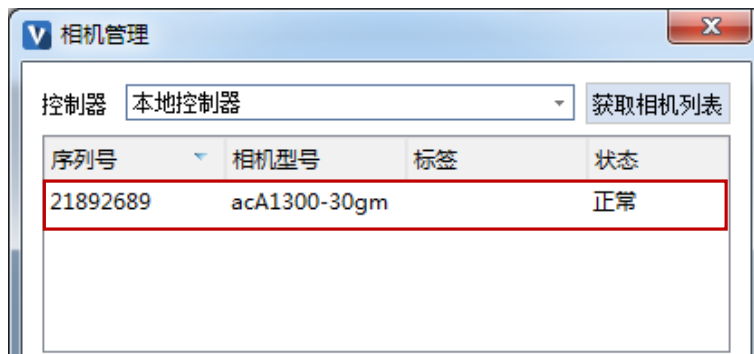

图 2-14 显示相机状态为“正常”
- 若列表中显示的相机状态为“正常”，参考图 2-14，表明相机处于可用状态，相机配置成功，点击【关闭】按钮，关闭对话框即可。